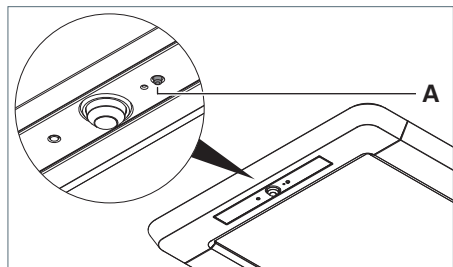
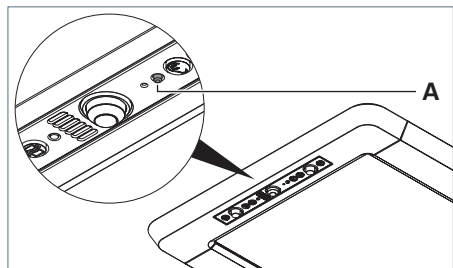

Fig. 25 : Effectuer une réinitialisation, modèle R.
Fig. 26 : Effectuer une réinitialisation, modèle RX.
- ▶ Appuyez sur la touche **A**, maintenez-la enfoncée et rebranchez le luminaire à l'alimentation électrique, voir Fig. 25 et voir Fig. 26.